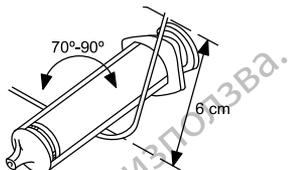

Abbildung 3. Biegen des Mandrins
2. Wählen Sie einen Mandrin nach der Funktion und der bevorzugten Festigkeit. Falls gewünscht, können Sie den Mandrin mit einem sterilen Instrument mit glatter Oberfläche (z. B. einem 10-ml- oder 12-ml-Spritzenkolben) vorsichtig formen (Abbildung 3 Biegen des Mandrins auf Seite 20). Bei einer leichten Krümmung ist die Wahrscheinlichkeit, dass sich der Mandrin während des Gebrauchs streckt, geringer als bei einem scharfen Knick.